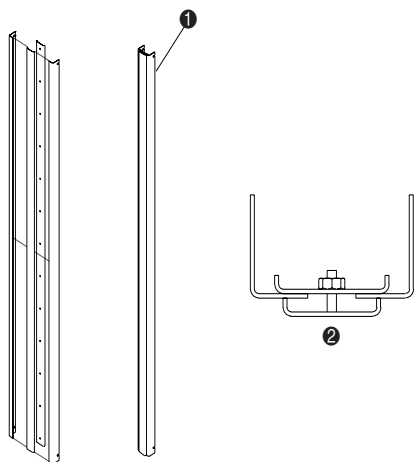

Figure 2-14. Assemblage du panneau d'habillage avant
- ❶ Dimension supérieure
- ❷ Dimension inférieure
- Montez les quatre panneaux d'habillage avant sans les fixer, comme l'illustre la Figure 2-14. Ne serrez pas encore les écrous.